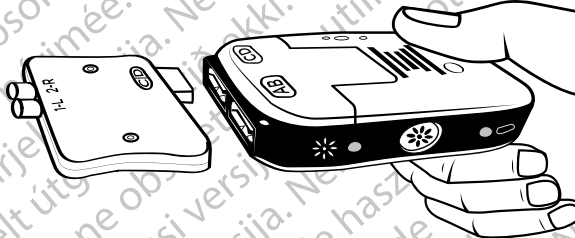

Рисунок 15. Подключение адаптера ВПС к ВПС 2
3. Подключите адаптер ВПС к порту ВПС 2 с меткой CD (Рисунок 15).